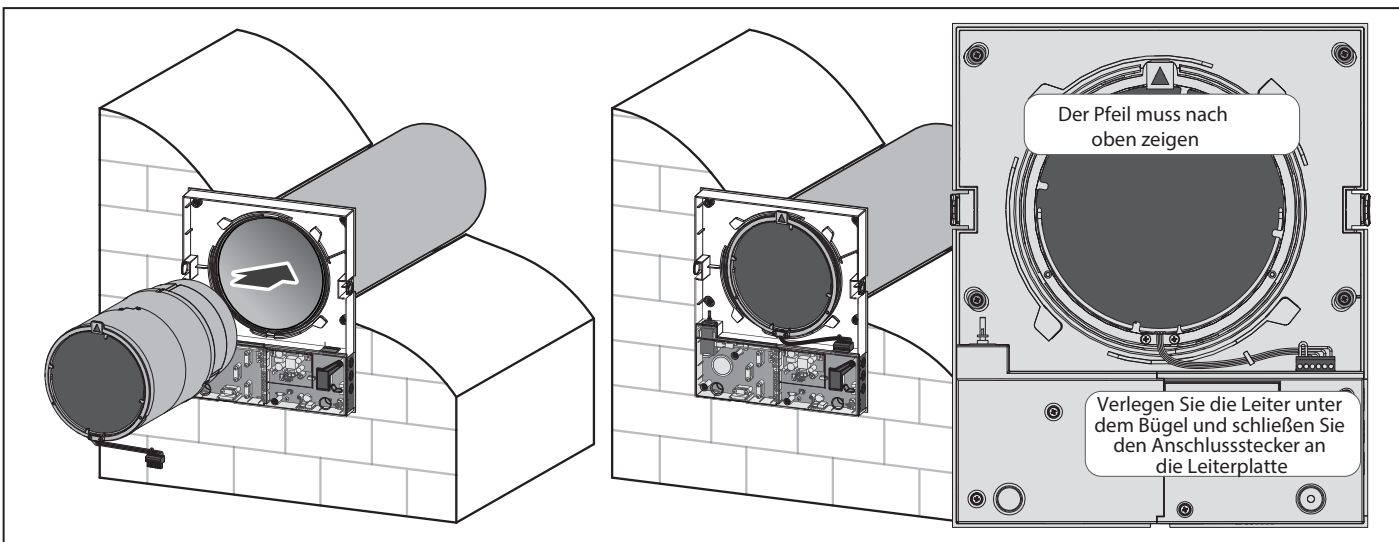

Abb. 11.
7. Setzen Sie die zentrale Lüftungseinheit in das Lüftungsrohr, siehe Abb. 11. Achten Sie dabei darauf, dass der Pfeil nach oben zeigt. Befestigen Sie